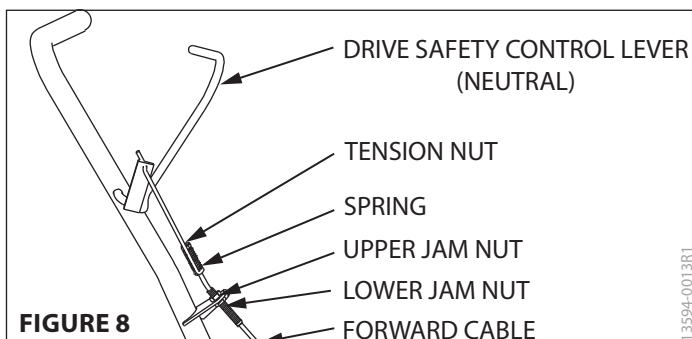

FIGURE 8
1. Loosen upper jam nut. **SEE FIGURE 8**